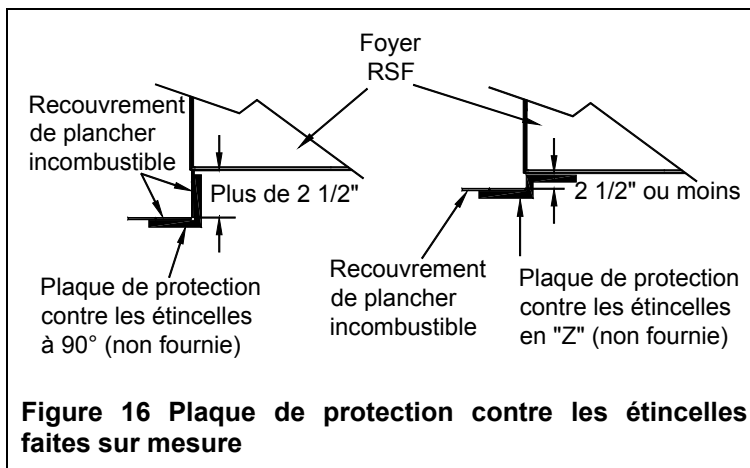

Figure 16 Plaque de protection contre les étincelles faites sur mesure
Si vous préparez une installation surélevée, vous aurez besoin d'une plaque de protection contre les étincelles faite sur mesure, soit pliée en "Z", soit pliée à 90° (voir Figure 16). La plaque de protection contre les étincelles en "Z" doit être utilisée lorsque la hauteur entre la base du foyer et le dessus du revêtement incombustible de plancher du prolongement de l'âtre est de 2½" ou moins. La hauteur de la plaque en "Z" doit correspondre à la distance entre la base du foyer et le dessus du revêtement incombustible de plancher. De plus, la plaque en "Z" doit s'avancer de 2½" ou plus en dessous de la base du foyer et en dessous du revêtement incombustible de plancher. Si la hauteur entre la base du foyer et le dessus du revêtement incombustible de plancher est plus de 2½", utilisez une plaque de protection contre les étincelles pliée à 90°. Chaque côté de la plaque pliée à 90° doit avoir au moins 2½" et doit être par la suite recouvert d'un matériau incombustible. Toute plaque de protection contre les étincelles doit avoir la largeur minimale précisée au Tableau 1 (I) et être installée centrée sur l'ouverture de la porte.